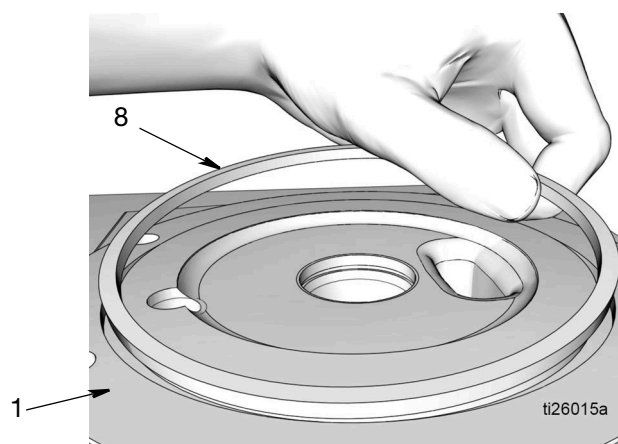

FIG. 28
21. Déposer le joint à section carrée (8) de la base de la pompe (1) (Fig. 28). Mettre le joint torique au rebut en respectant toutes les réglementations concernées.